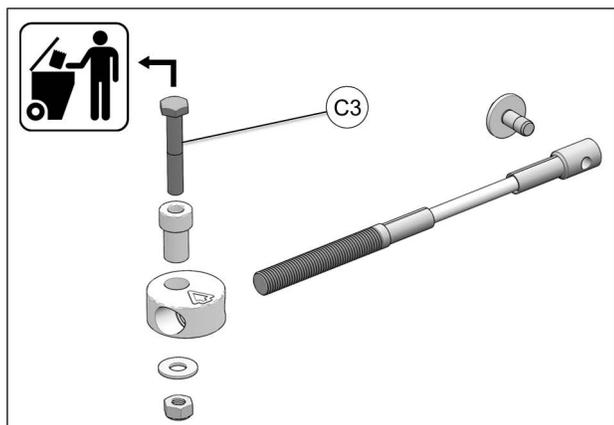

Fig. 24
11. Retirer et jeter les deux boulons M10 (C3) des ensembles limiteur de conduite. Voir la Fig. 24